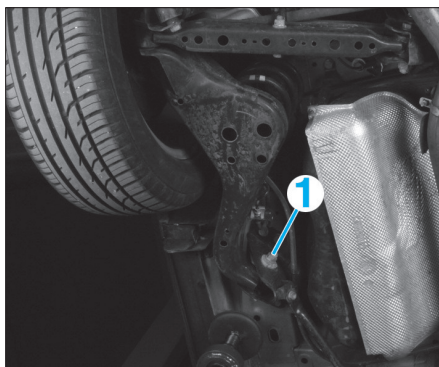

Fig. 23
- la fixation du bras longitudinal (1) (Fig.23),